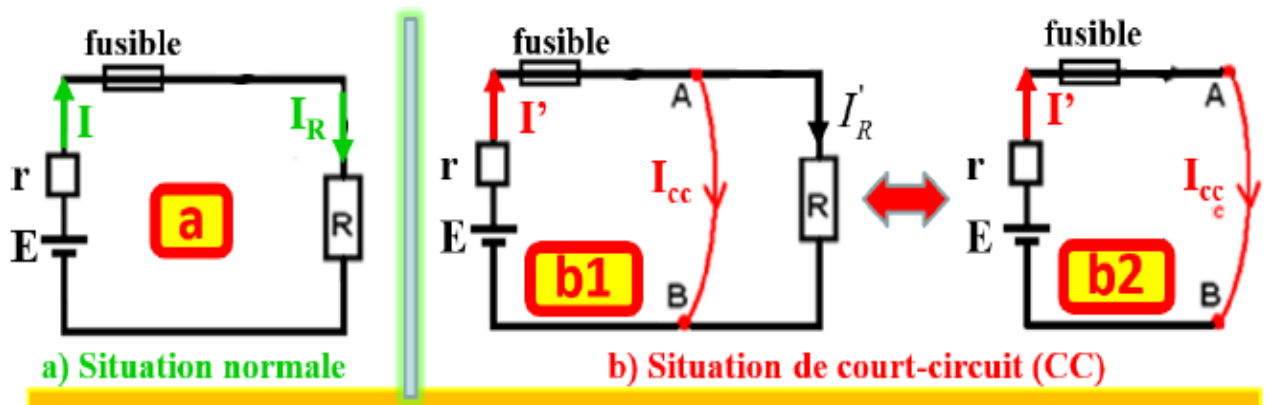

Figure I-6. Court-circuit
Nous donnons à la figure I-6, le schéma illustratif d'une situation de court-circuit.
- **Situation normale** (figure I-6. a) : Dans le cas de la situation normale de fonctionnement, le bilan des tensions nous donne :  $E = RI_R + Ir + r_{fil}.I$  avec  $I$  et  $I_R$  respectivement courant source et charge ( $R$ ). Mais, étant donné que les résistances  $R$ ,  $r$  et  $r_{fil}$  sont en série, alors elles sont parcourues par le même courant  $I$  débité par la source. Par conséquent,  $I_R = I$  et la relation  $E = RI_R + Ir + r_{fil}.I$  nous donne alors la valeur du courant  $I$ .
- Situation de **court-circuit** (figure I-6 b) : Quand on relie les bornes A et B, le courant passe par le chemin le plus facile (absence de résistance) à l'image de l'être humain qui aime la facilité. Pour une telle situation, les points A et B sont au même niveau de potentiel. Autrement dit,  $V_A = V_B$ . Par conséquent, le courant de la figure I-6 b1 est donné par la relation suivante :
Pour une situation de court-circuit la figure I-6 b1 est équivalente à I-6 b2. Ce **courant de court-circuit  $I_{cc}$  dont la valeur tend vers l'infinie conduit à une énergie (chaleur) qui tend vers l'infinie**. Ce qui est intenable et pour la source et pour les fils conducteurs. Ainsi, **si des mesures de protection des biens contre les CC ne sont pas prises en compte, alors on va assister à leur destruction par casse mécanique, explosion ou incendie**. Justement pour éviter ces manquements, **tout départ électrique doit être protégé** par des dispositifs (fusible, disjoncteur...) de protection **contre les CC**.